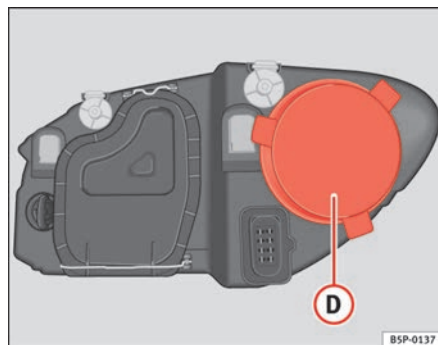

Fig. 164 Luz de población
- Retire la tapa ⇒ fig. 164 **D** tirando de la misma.